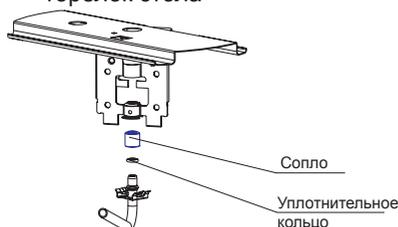

рис. 12
### 22.1. Проведение замены сопла при ремонте, а также при переводе на другой тип газа (рис.12, 13)
6. Снять установленные сопла, для этого отверткой необходимо отсоединить металлическую защелку от отбортовки гнезда держателей сопла и вывести газоподводящую трубку вместе с соплом из гнезда, затем снять сопло с трубки газа. (рис. 12). Резиновые уплотнительные кольца рекомендуется оставить на трубках.